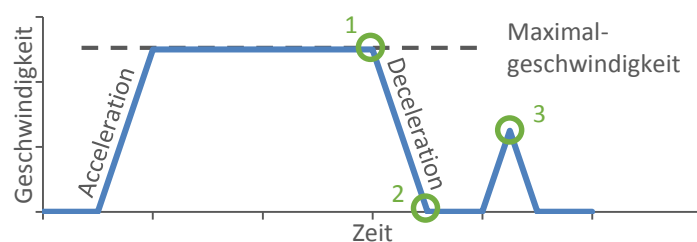

Abbildung 9 Bewegungsmodell
entsprechend des aktuellen Deceleration-Werts (siehe Abbildung 9). Man hat die Möglichkeit diese Werte sowohl für die Translation als auch für die Rotation zu setzen.
- **Start/Stop Control:** Man übergibt eine gewünschte Geschwindigkeit. Der Roboter beschleunigt entsprechend Abbildung 9 bis er die Sollgeschwindigkeit erreicht hat und hält diese bei, solange bis er einen neuen Geschwindigkeitsbefehl oder einen Stoppbefehl erhält (Markierung 1 in Abbildung 9). Dann bremst er entsprechend des Deceleration-Werts bis er schlussendlich die Ruheposition erreicht (Markierung 2 in Abbildung 9)
- **Position Integration Control:** Mit den integrierten Encoderdaten und Gyroskopdaten (und den IMU-Daten, wenn vorhanden) kann der Microcontroller selbständig seine Position berechnen. Dadurch ist es möglich eine zu fahrende Distanz, bzw. eine Rotation zu übergeben. Der Roboter berechnet dann das Geschwindigkeits-Trapez aus Abbildung 9, beschleunigt also bis er die aktuelle Maximalgeschwindigkeit erreicht hat und verzögert rechtzeitig vor der Sollposition (Markierung 2). Ist die Bewegung nur kurz kann es so auch vorkommen, dass die Maximalgeschwindigkeit nicht erreicht wird (Markierung 3 in Abbildung 9).